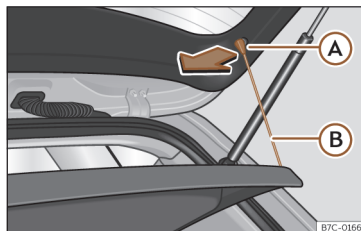

Fig. 179 Na bagageira: desmontar e montar a chapeleira.
- Desengate os tirantes de fixação >>> **Fig. 179** **B** dos alojamentos **A**.
- Engate os tirantes de fixação >>> **Fig. 179** **B** na porta da bagageira.